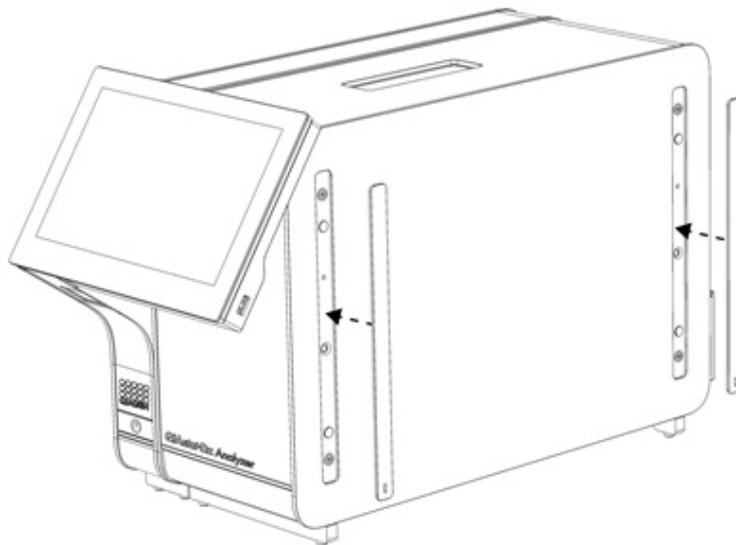

Figure 7. Remise en place des capots de protection.
4. Remettez en place les capots de protection sur le côté du module analytique (Figure 7).